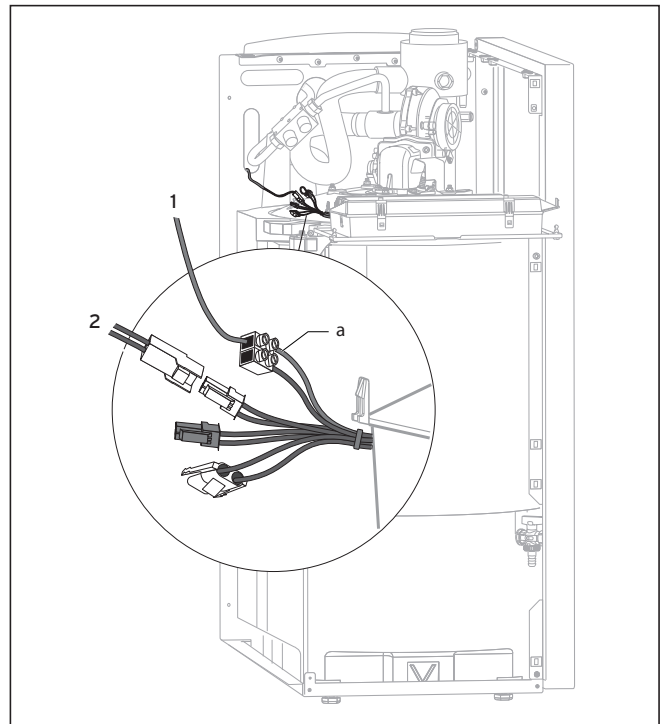

Abb. 4.3.1 Speicherfühler und Ladetemperturfühler anschließen (actoSTOR)
- Der Speicherfühler wird elektrisch an den weißen Stecker im Kabelbaum angeschlossen (Abb. 4.3.1)